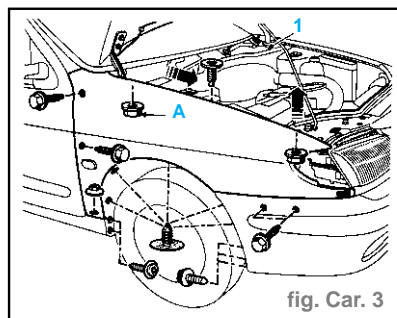

fig. Car. 3
- Faire reposer les parties supérieures latérales du bouclier sur les cales (I) et mettre en place les centreurs latéraux.
- Déclipser le cache plastique (1) du côté gauche (fig. Car. 3).